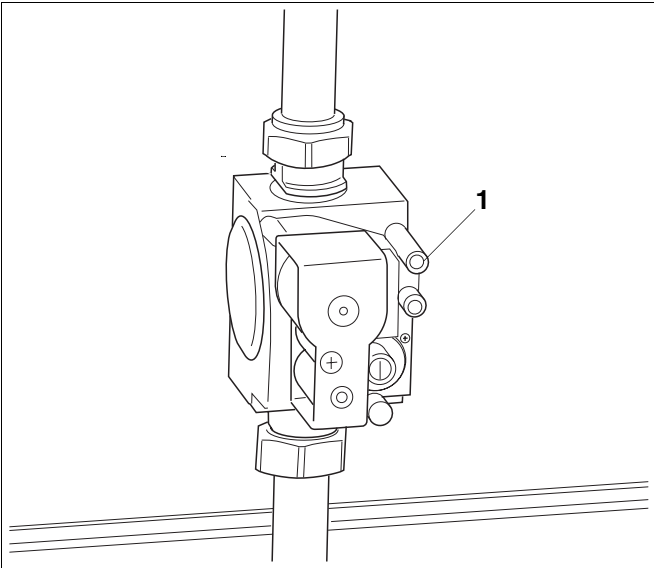

Abb. 25 Gasarmatur „SIT-Sigma 840“
- Verschlussschraube des Prüfnippels für Anschlussdruck und Entlüftung (Abb. 25, **Pos. 1**) an der Gasarmatur zwei Umdrehungen lösen.
- Verschlussschraube des Prüfnippels für Anschlussdruck und Entlüftung (Abb. 25, **Pos. 1**) sorgfältig festschrauben und auf Dichtheit prüfen.